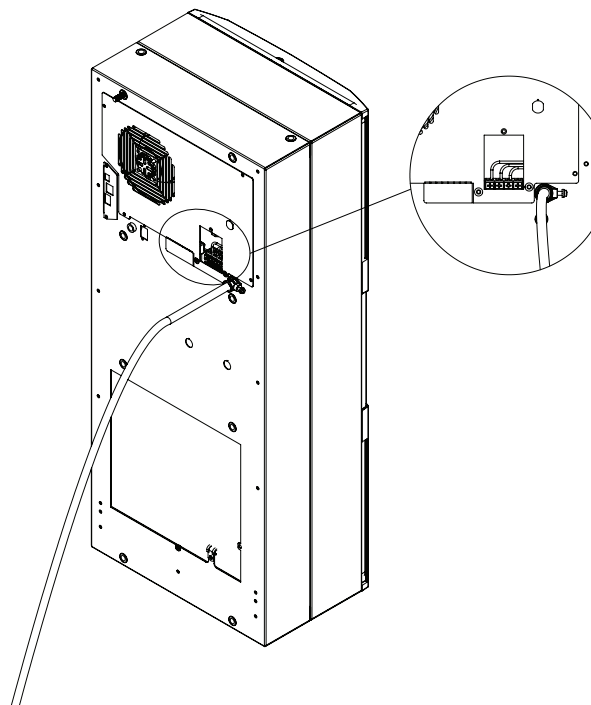

Figura 10
5. Serrare la vite sul pressacavo per fissare il cavo di alimentazione; vedere Figura 10.